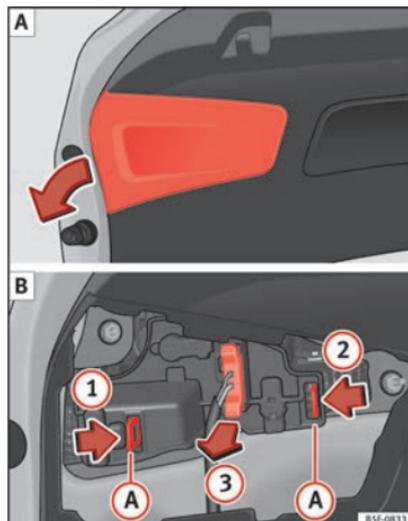

Fig. 113 Retirar la cubierta del portón del maletero y desmontar el portalámparas.
- Retire la tapa del portón en la dirección de la flecha »» **fig. 113 A**.
- Desbloquee las lengüetas de fijación **A** del portalámparas, siguiendo la dirección de las flechas **1** y **2** »» **fig. 113 B**.
- Extraiga el portalámparas de su sitio en el sentido de la flecha **3** »» **fig. 113 B**.
- Vuelva a colocar el portalámparas comprobando que los clips de fijación **A** »» **fig. 113 B** estén correctamente sujetos.